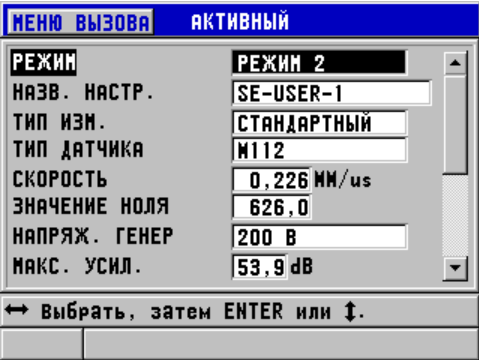

Рис. 10-1 Экран АКТИВНЫЙ для настройки одноэлементного ПЭП
- 5. В окне **АКТИВНЫЙ** (см. Рис. 10-1 на стр. 176):